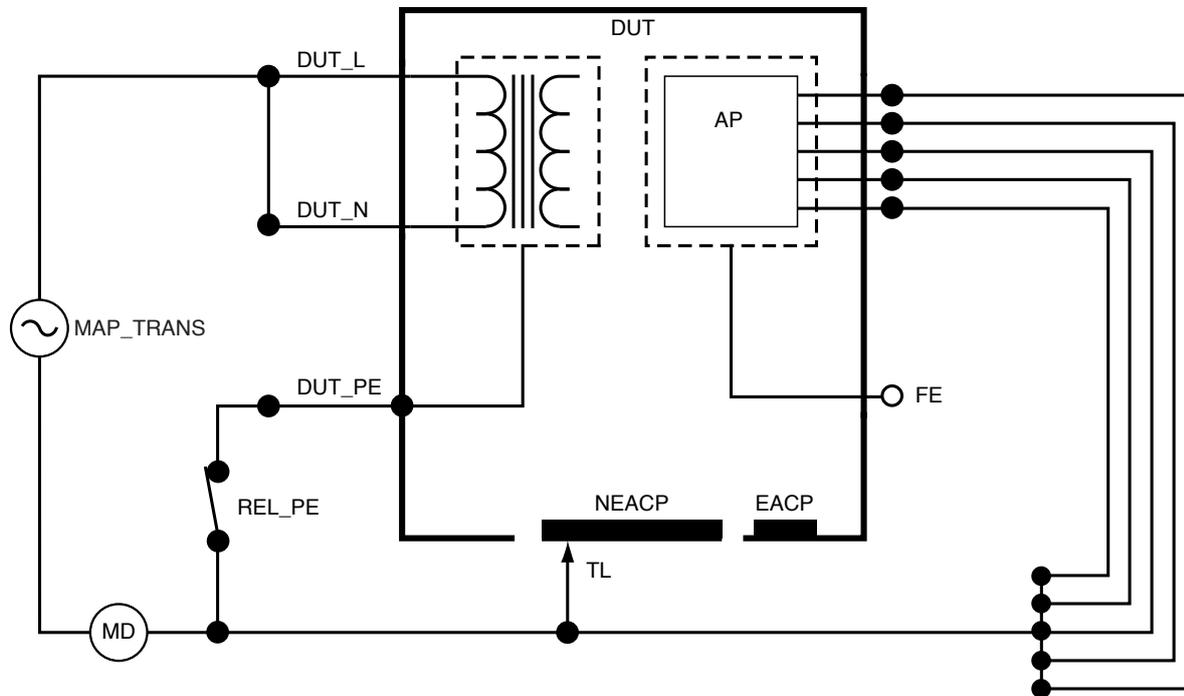

Figura 38: Fuga para o equipamento alternativo, diagrama esquemático
*Durante esta medição, o aterramento fechado significa que o contato de aterramento do dispositivo em teste está conectado ao dispositivo de medição de corrente, conforme ilustrado em "Figura 38: Fuga para o equipamento alternativo, diagrama esquemático" na página 48. O dispositivo em teste **não** está conectado ao aterramento de proteção da rede elétrica.*